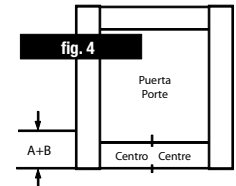

fig. 4
Step 6. Add Dimension A and B together. Measure this distance from bottom of the inside cabinet door and mark a horizontal line. (See figure 4)
Étape 6. Additionner les dimensions A et B. Mesurer cette distance à partir du bas de l'intérieur de la porte du caisson et marquer un trait horizontal. (Voir la figure 4)